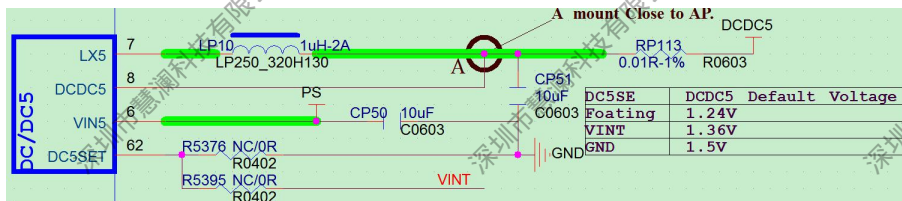

图 2-4 AXP707 DC5SET
- DCDC5 默认给 DDR 供电，DC5SET 脚请保持悬空设计，PMU 烧码默认输出电压值为 1.24V，系统启动后软件根据 DRAM 配置参数自动调节 DCDC5 的输出电压：1.1V/1.2V/1.35V/1.5V。如图 2-4 所示：